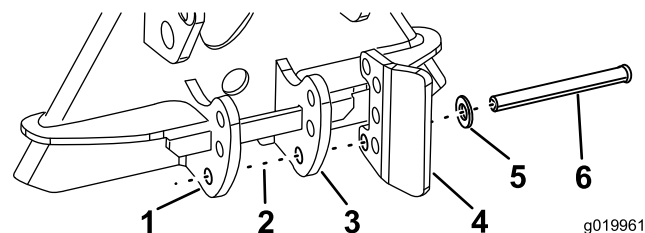
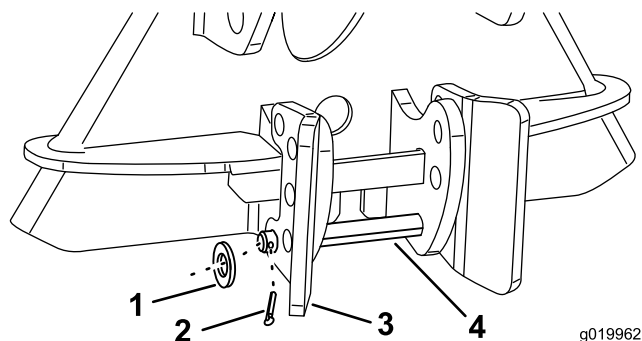

Figura 8
Figura 9
- Installate il cavallotto con perno e la rondella nel foro inferiore su una delle piastre di arresto rastrello, attraverso la piastra di arresto destra e il meccanismo di fermo (Figura 8).
- Fate scorrere il perno nella piastra di arresto sinistra e nel foro inferiore sull'altra piastra di arresto rastrello (Figura 8 e Figura 9).
- Fate scorrere una rondella sul cavallotto con perno e fissate con la coppiglia, piegando le estremità della coppiglia in modo da fissare (Figura 9).